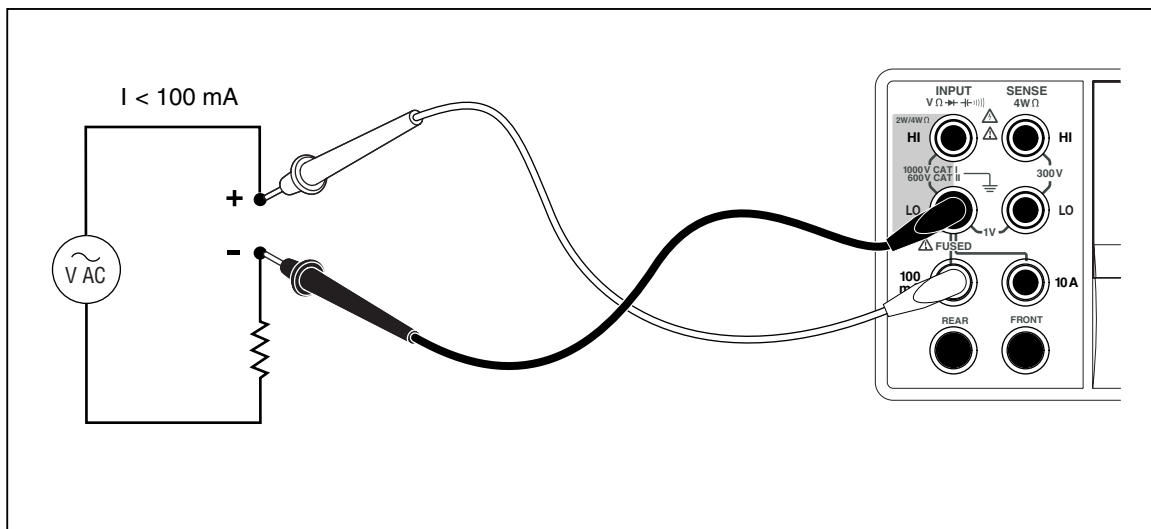
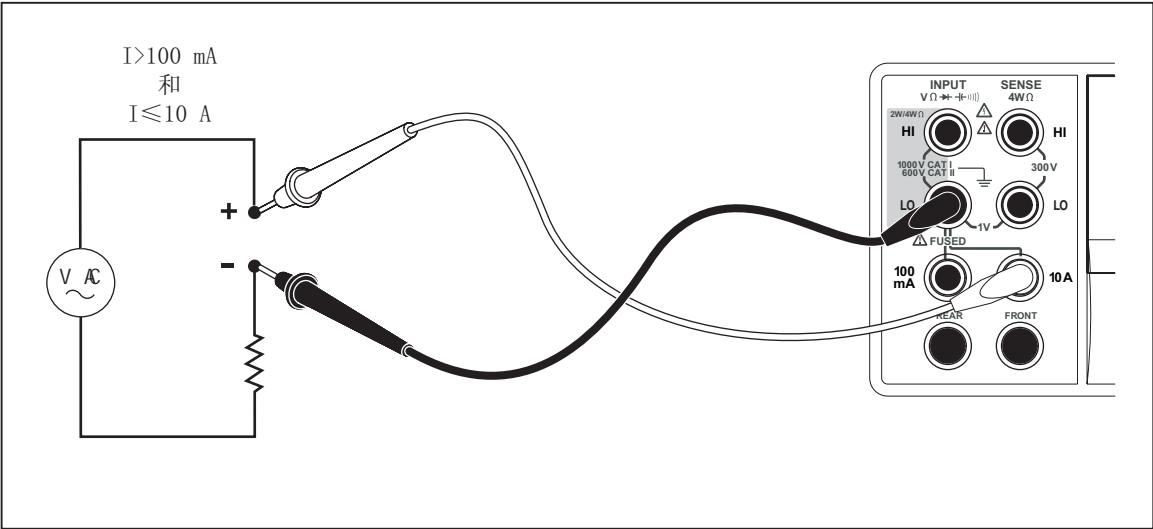

图 4-4. 低于 120 mA 的电流测量的输入连接
图 4-5.高于 120 mA 的电流测量的输入连接
数字多用表可以测量高达 10A 的交流和直流电流两个独立的输入连接器（共用 **LO** 连接器）被用来测量电流。为了获得最佳的分辨率，不超过 100 mA 的电流测量应该使用 **LO** 和 **mA** 输入连接器，如图 4-4 所示。
预期在 120 mA 和 10 A 之间的电流，应该使用 **Input LO** 和 **10A** 输入连接器进行测量，如图 4-5 所示。
1. 对于 120 mA 或更小的电流，请按如图4-4 所示在数字多用表和被测电路之间连接测试线；对于最大 10 A 的电流，请按图4-5连接测试线。
1. 根据预期电流的打消，按图4-4或图4-5所示，在数字多用表输入连接器和被测电路之间连接测试线。